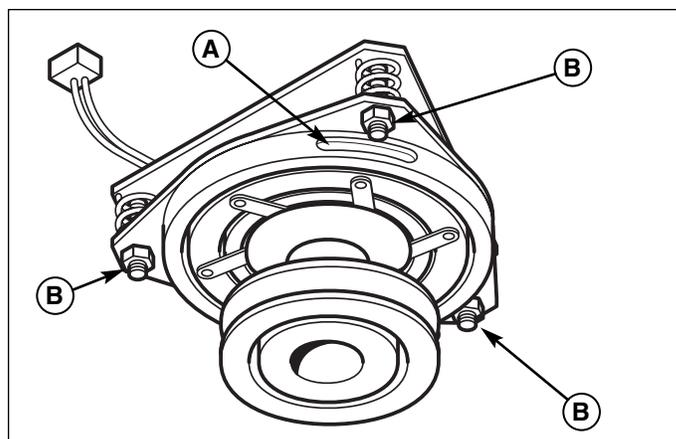

Figure 40. Réglage de l'embrayage de la PDF
4. Serrer alternativement les écrous de réglage (B, figure 40) jusqu'à ce que la face du rotor et la face de l'induit entrent juste en contact avec la jauge.